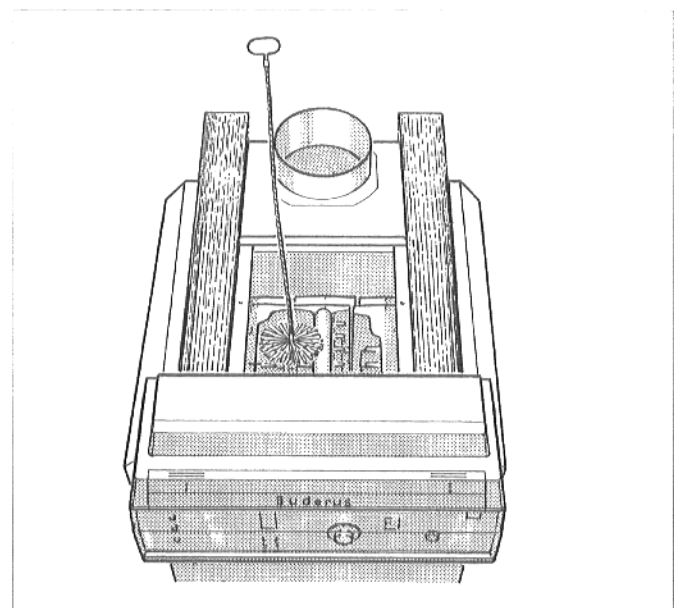

Abb. 35: Bürstenreinigung
- Heizgaszüge durchbürsten (Abb. 35).
- Bei starker Verkrustung Heizgaszüge durchbürsten (Abb. 35).